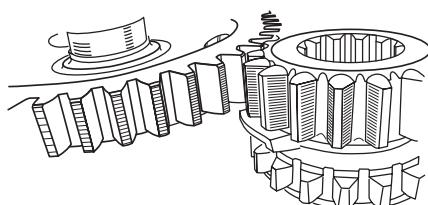

Рис. 12
11. Если зацепление шестерён пониженной передачи идёт не на всю ширину зубьев, то необходимо заменить шток вилки включения заднего моста на новый (3162-00-1803024-00) (**Рис. 12**).